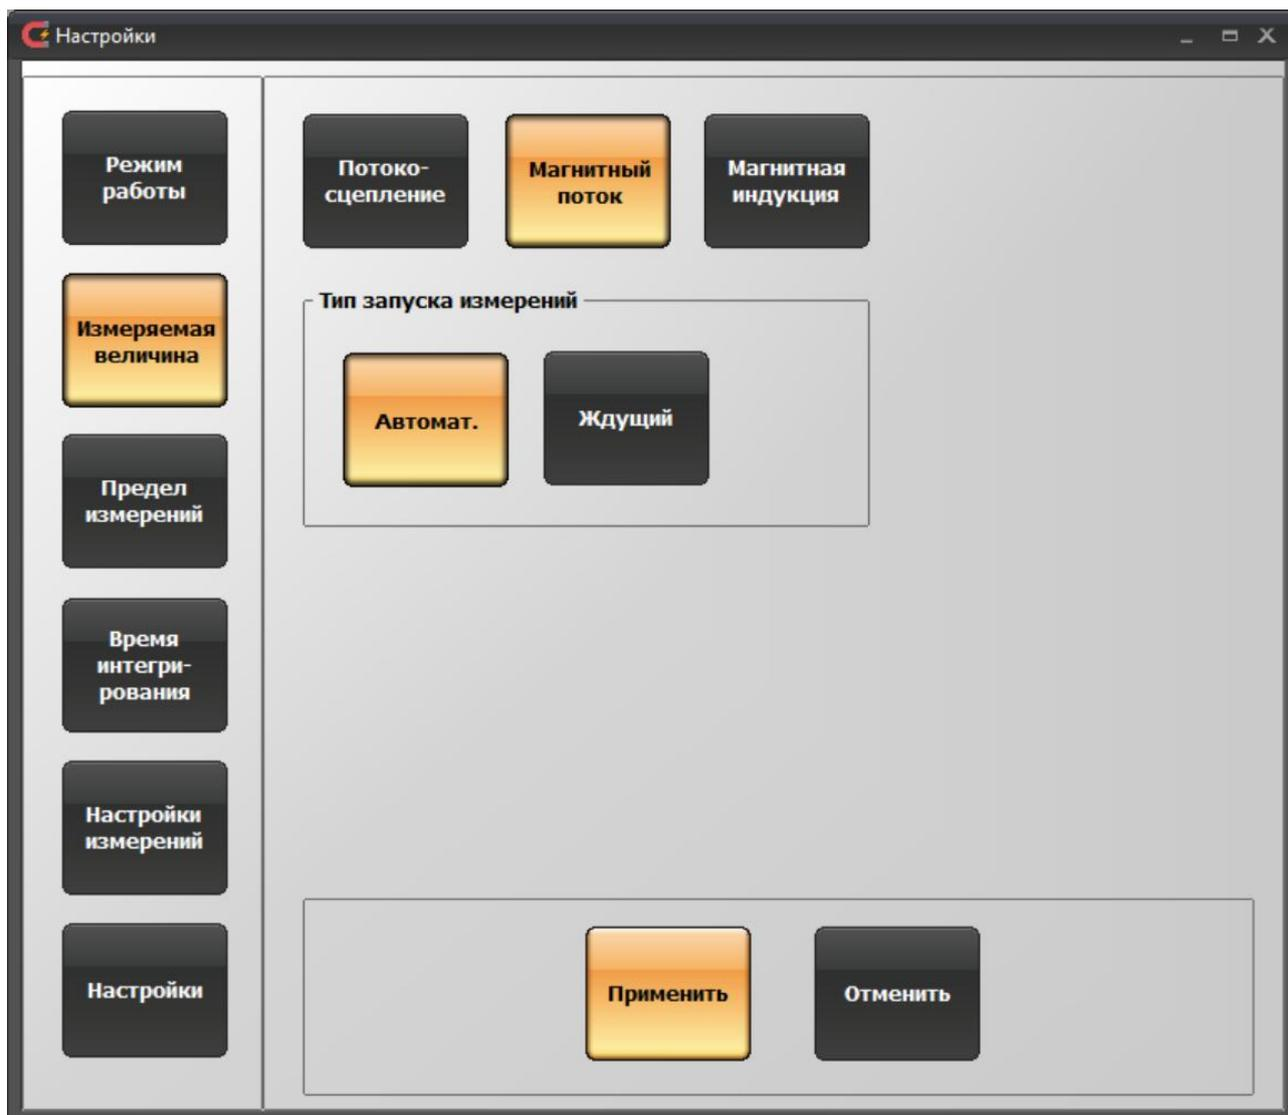

Рисунок 6. Окно настроек программы управления ТПУ-2В в режиме «Веберметр». Группа параметров «Вид измерений»
1) «Измеряемая величина». Показывает настройки параметров запуска и вида измеряемой величины (рисунок 6). Измеряемые величины: